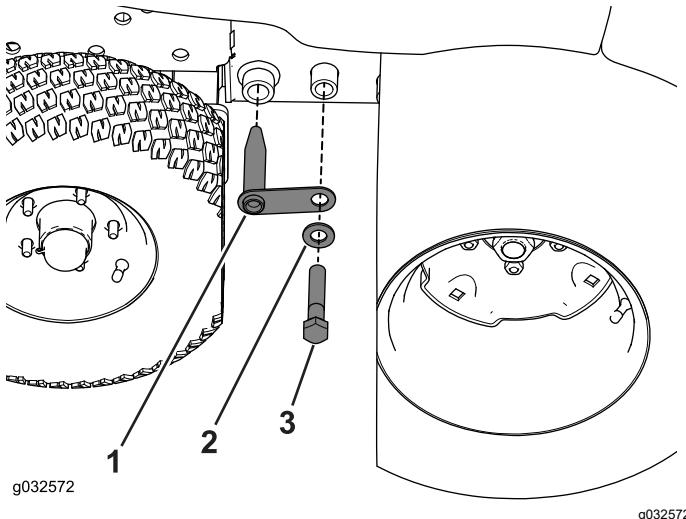

Figura 69
4. Utilice el pasador de acoplamiento, el perno ($\frac{3}{8}$ " x 4") y la arandela para sujetar el bastidor de invierno al bastidor de la máquina (Figura 69).